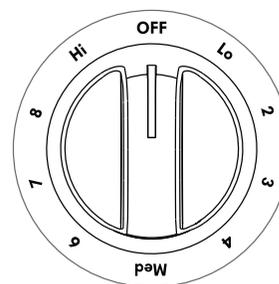

Figura 7: Manija de control del elemento superior simple
2. Presione y gire la perilla de control del elemento superior en cualquier sentido hasta el ajuste deseado (Figura 7). Gire el mando para ajustar si lo desea.